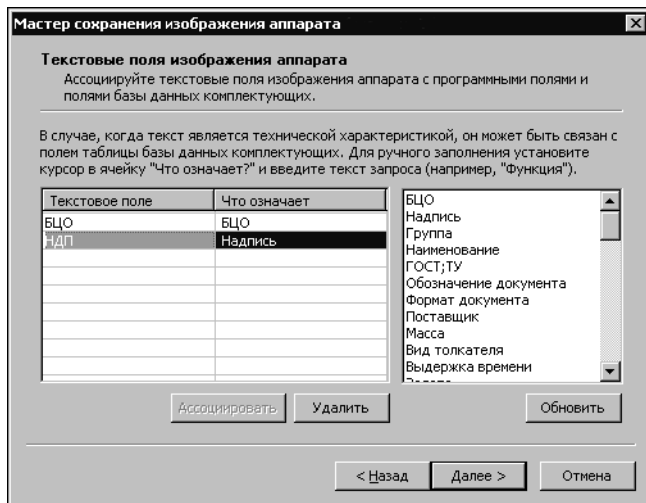

Рис. 11.20. Ассоциация текстовых полей
13. Откроется следующее окно (рис. 11.20). Оно служит для выполнения ассоциации текстовых полей с полями системы КОМПАС-Электрик. В левой части рабочей области окна находится таблица. Каждая запись (строка) таблицы состоит из двух полей (ячеек). В графу **Текстовое поле** автоматически заносится список всех текстовых полей, которые были нанесены на изображении аппарата.